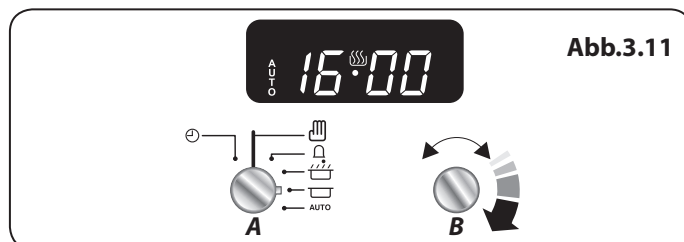

Abb.3.11
3. Drehen Sie den Einstellknopf (B) auf die Uhrzeit, zu der der Herd abschalten soll (**Abb.3.11**).